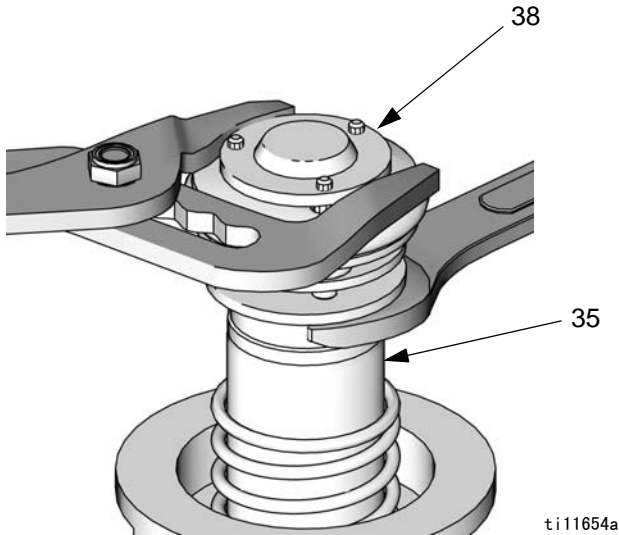
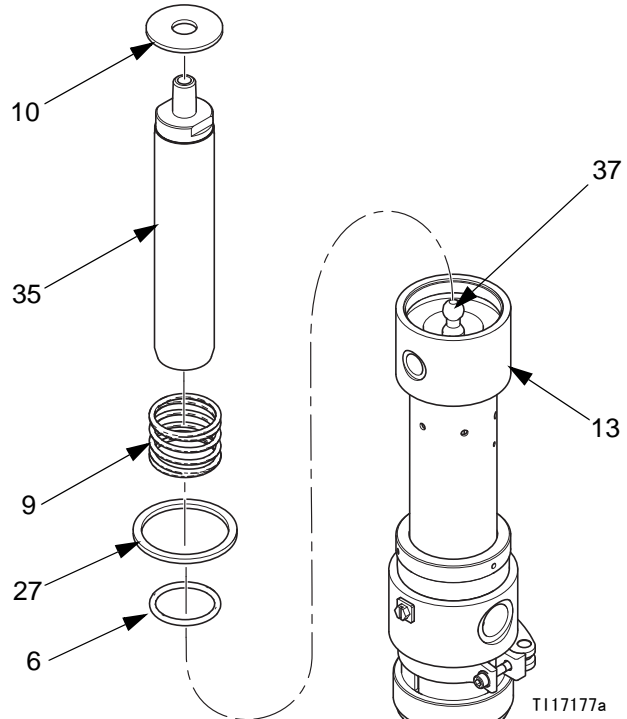

图 11
图 13
- 用钳子夹住空气阀活塞 (38) 的顶板并用扳手夹住活塞柱 (35)，将空气阀活塞从活塞柱上拧下。参见图 11。
- 卸下垫圈 (10)、下弹簧 (9) 和垫片 (27)。检查有无磨损或损坏，若有必要可将其更换。参见图 13。
- 重新装上 O 形圈 (6)。重新连接活塞柱 (35) 与泵连杆 (37)。参见图 13。
- 重新装上垫片 (11)、弹簧 (9) 和垫圈 (10)。重装活塞 (38)。给活塞柱 (35) 的螺纹涂上螺纹密封剂，小心地将活塞 (38) 拧上活塞柱。参见图 11 和图 13。